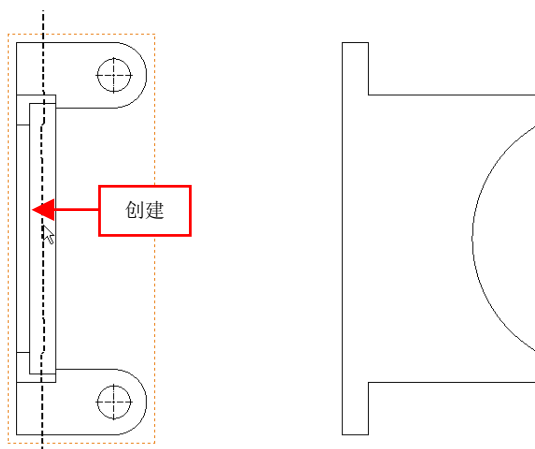

图 11-41 创建第一条断裂线
(3) 弹出【断裂视图】属性管理器，选择左侧视图对象，在合适的位置上单击鼠标左键，创建第一条断裂线，如图 11-41 所示。